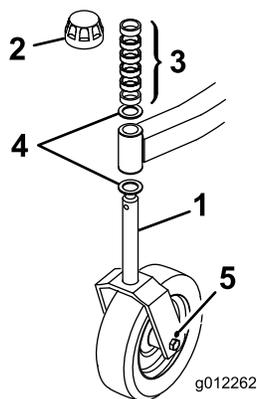

Figura 14
Nota: Puede obtenerse un mejor acabado del césped a alturas de corte menores bajando la parte trasera de la unidad de corte. Esto se logra colocando los ejes de las ruedas giratorias traseras en los taladros superiores de las horquillas de las ruedas giratorias (Figura 14). Coloque los ejes en los taladros superiores de las horquillas cuando utilice ajustes de altura de corte superiores y no requiera un aspecto óptimo después del corte.
2. Retire el tapón tensor del eje. Deslice los espaciadores sobre el eje de la rueda giratoria para obtener la altura de corte deseada (Fig. 18 y 19). Luego coloque la arandela (Figura 14) en el eje.
3. Introduzca el eje de la rueda giratoria en el brazo de la rueda giratoria delantera, instale la otra arandela de empuje y los espaciadores restantes en el eje e instale el casquillo tensor para fijar el conjunto (Figura 14).